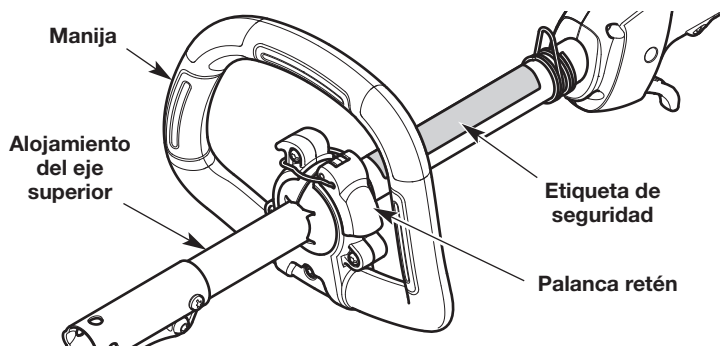

Fig. 8
- Mantenga la unidad en la posición de funcionamiento (Fig. 21). Mueva la manija hacia arriba o abajo del alojamiento del eje superior hasta que esté en una posición cómoda (Fig. 8). Compruebe que la manija esté ubicada más allá del extremo de la etiqueta de seguridad (Fig. 8).
- Levante la palanca retén para aflojar la manija (Fig. 8).